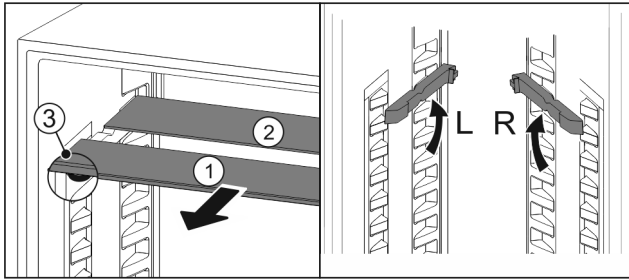

Fig. 195
- ▶ Glasplatten einzeln nach vorne herausziehen Fig. 195 (1).
- ▶ Glasplatte Fig. 195 (1) mit Zierleiste liegt vorne.
- ▶ Stopps Fig. 195 (3) zeigen nach unten.